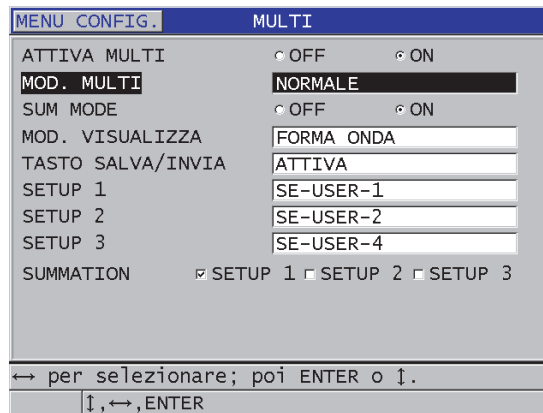

Figura 7-7 Configurazione dei parametri di misura multipla in modalità normale
5. Nella schermata **MULTI** (vedi Figura 7-7 a pagina 124):